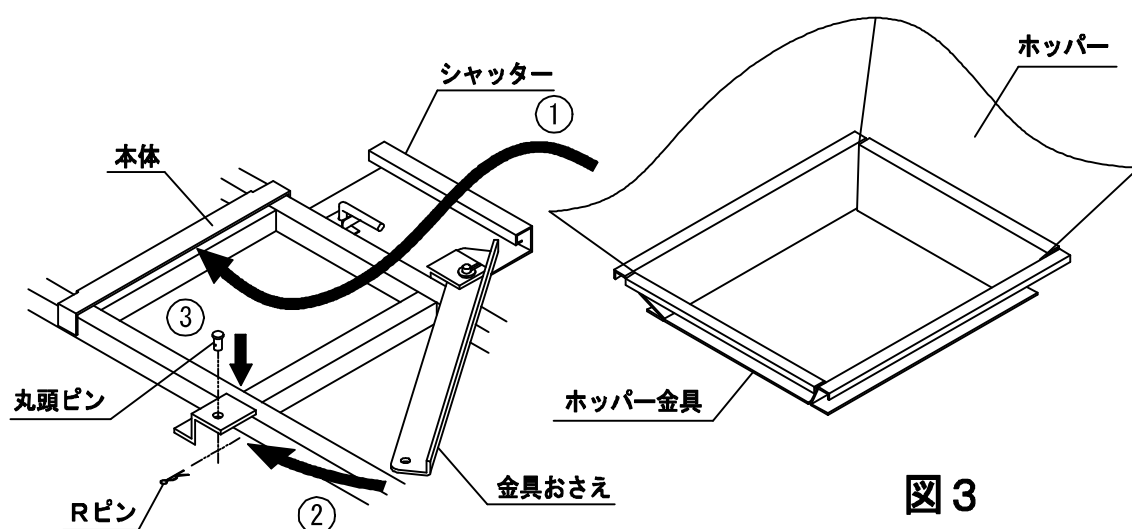

図3
- (1) ホッパー金具を本体中央部に、奥まで差し込みます。(図3-①)
- (2) ホッパー金具を金具おさえで固定します。(図3-②)
- (3) 丸頭ピンとRピンで、金具おさえと本体を固定します。(図3-③)
- (4) 本体の4隅に柱を差し込みます。(相マークで合わせて下さい。)
- (5) 上部の梁Dをホッパーに通して柱の梁受けに入れます。(前後2本)
- (6) 上部の梁Cをホッパーに通して柱の梁受けに入れます。(左右2本)
- (7) 上部の4隅にコ字ピンを差し込みます。
- (8) (5) (6) (7)の要領で下部の梁4本をセットします。